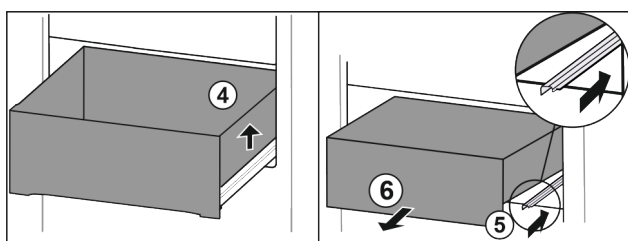

Fig. 24
- Nadzvedněte zásuvku vpravo. Fig. 24 (4)
- Zasuňte pravou kolejničku. Fig. 24 (5)
- Vyjměte zásuvku dopředu. Fig. 24 (6)